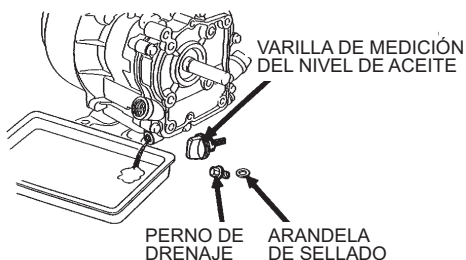

Figura 21. Aceite del motor (drenaje)
1. Drene el aceite del motor cuando el aceite esté **caliente** según se muestra en la Figura 21.